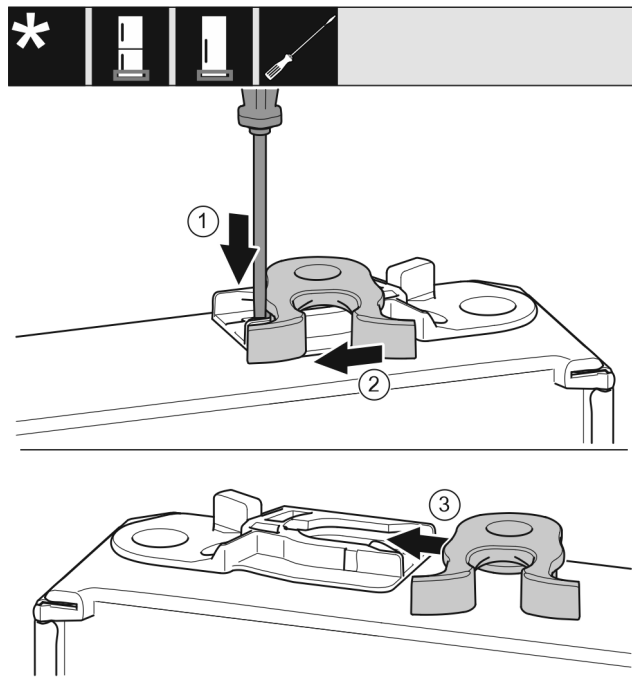

Fig. 19
- ▶ Shtypni për poshtë gjuhëzën me një kaçavidë me kokë petë. Fig. 19 (1)
- ▶ Nxirrni jashtë nga foleja udhëzuese grepat e mbylljes. Fig. 19 (2)
- ▶ Shtyni poshtë grepat e kapjes në folenë udhëzues në anën tjetër. Fig. 19 (3)